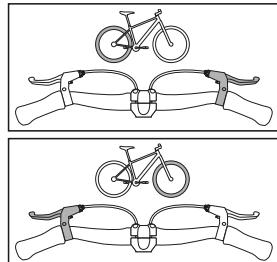

Fig. 1: Bremsegrebenes tilknytning
- ↪ Sæt dig ind i bremsegrebenes tilknytning. Det højre bremsegreb virker på baghjulsbremsen, mens det venstre bremsegreb virker på forhjulsbremsen (*se Fig. 1*). Henvend dig til din cykelhandler, hvis du vil have ændret bremsegrebenes tilknytning.